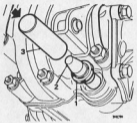

Abb. F.31
6. Schutzhülse, Werkzeug 18G 1236 über die Schaltwelle schieben; siehe Abb. F.31.
7. Neuen Dichtohring einfitzen und mit Werkzeug 18G 1236 in das Gehäuse treiben; siehe Abb. F.31.